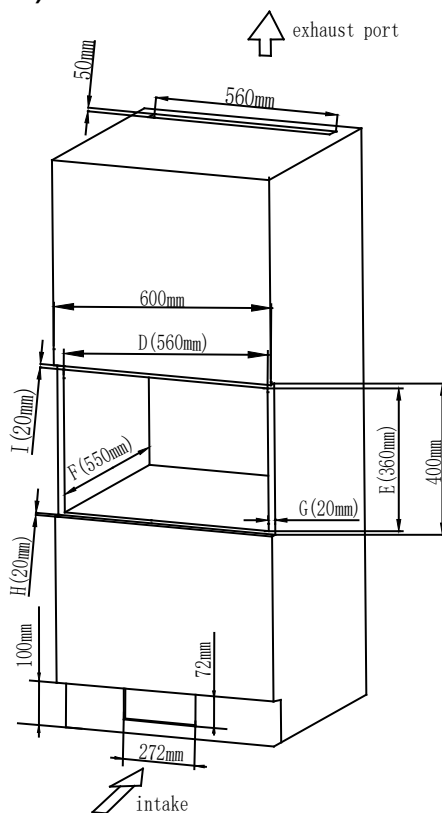

Abb.5
Öffnungsmaße: (D)  $560 \pm 2$  x (E)  $360 \pm 2$  x (F)  $550 \pm 2$  (mm) wie in Abb. 5